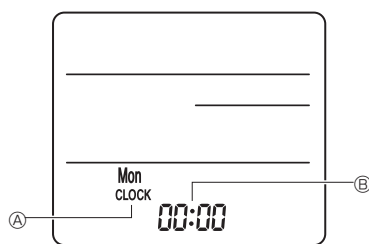

Fig. 6-5
3) Настройка (установка времени) (Fig. 6-5)